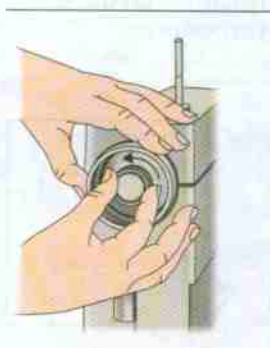

Рис. 70. Поворот стопорного кольца
1. Отключить механизм швейной машины. Для этого нужно, придерживая рукой маховик, повернуть стопорное кольцо против часовой стрелки на себя (рис. 70). В машинах, снабжённых электронным устройством, это делается автоматически.